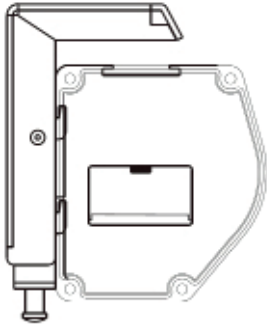

Figure 11
5. Pour bloquer fermement l'écran sur les supports, vissez les vis de fermeture dans le sens horaire. L'écran se déplace alors lentement vers le haut, contre le support. Une fois que cela a été fait des deux côtés, l'écran est sécurisé pour éviter qu'il ne se sorte accidentellement de ses supports. Le montage n'est autorisé que dans ces conditions ! (Fig. 11 et 12)